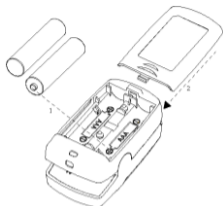

Figura 3 Installazione della batteria
1. Fare riferimento alla Figura 3, inserire correttamente due batterie di dimensioni AAA nel vano batteria e fare attenzione ai segni di polarità.